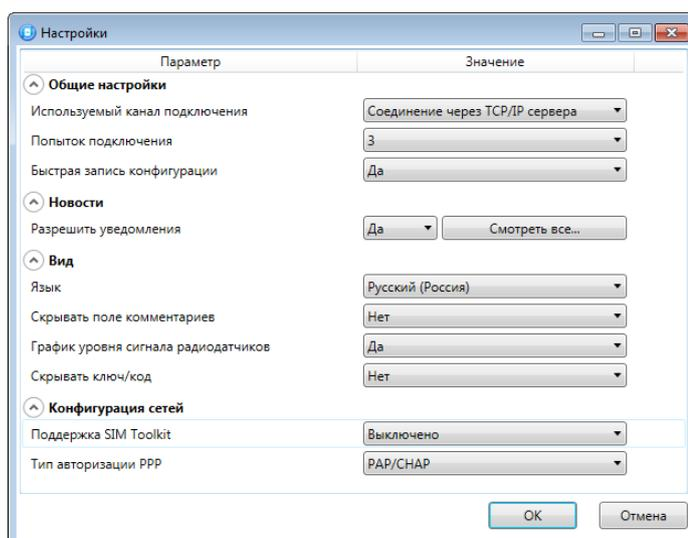

Рисунок 4.5 — Параметры подключения по каналу TCP/IP сервера
- Войдите в меню «Настройки» в основном окне программы STEMAX Конфигуратор, в результате чего откроется окно «Настройки» (см. рисунок 4.5). Задайте в нем перечисленные ниже параметры и нажмите кнопку ОК.